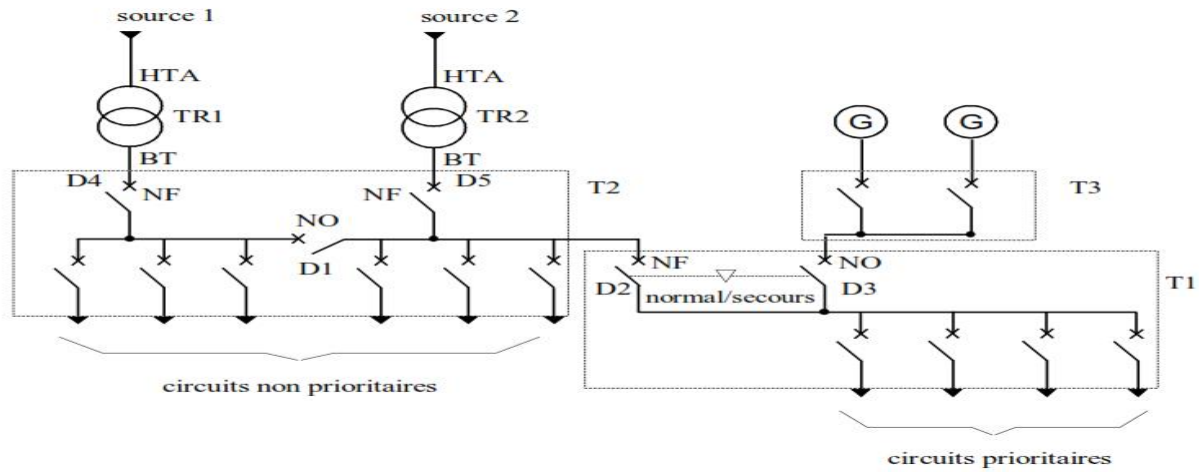

Figure 10 : 2 transformateurs et 2 alternateurs
■ 2ème exemple : 2 transformateurs et 2 alternateurs (voir fig. 10)